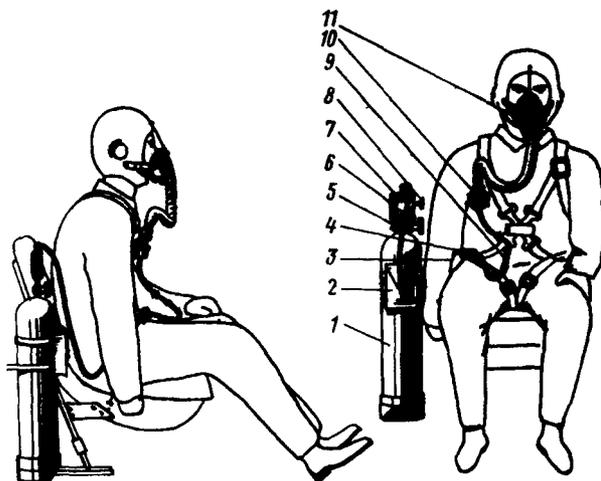

Рис. 112. Размещение комплекта ККО-ЛС в рабочем положении:
1. Перед тем, как одеть парашют, продеть правой ножной обхват в шлевку замка, предназначенную для крепления разъединителя 4 (рис. 112) таким образом, чтобы на надетом парашюте замок разъединителя располагался с наружной стороны (положение рукоятки замка может быть любым).
2. Если замок прибора КП-58 (10) не закреплен на парашютной лямке, то необходимо: